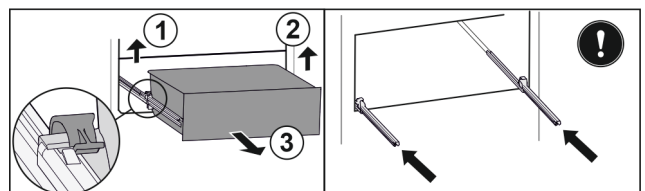

Fig. 117
- ▶ Підняти лівий затискач і одночасно висувний ящик ліворуч потягнути вперед. Fig. 117 (1)
- ▶ Підняти правий затискач і одночасно висувний ящик праворуч потягнути вперед. Fig. 117 (2)
- ▶ Вийняти висувний ящик рухом вперед. Fig. 117 (3)